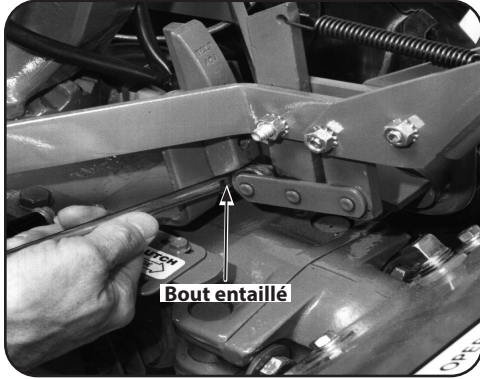

Figure 5-14
- a. Sans déplacer le rouleau d'embrayage, insérez le bout entaillé de 1/4 po de l'outil de réglage entre le rouleau et le support vertical. Le côté plat de l'outil de réglage doit être face au rouleau. Voir Figure 5-14.